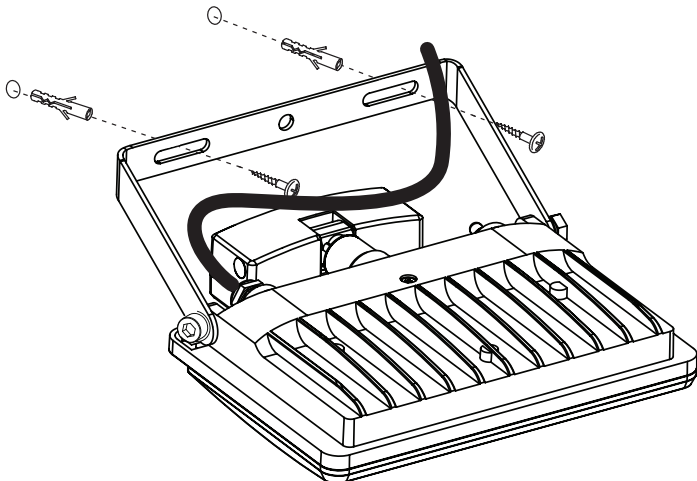

Fig. 1
4. Montare il faretto su una superficie solida come mostrato in Fig. 1 e mantenere una distanza minima di 50 cm da altri oggetti.